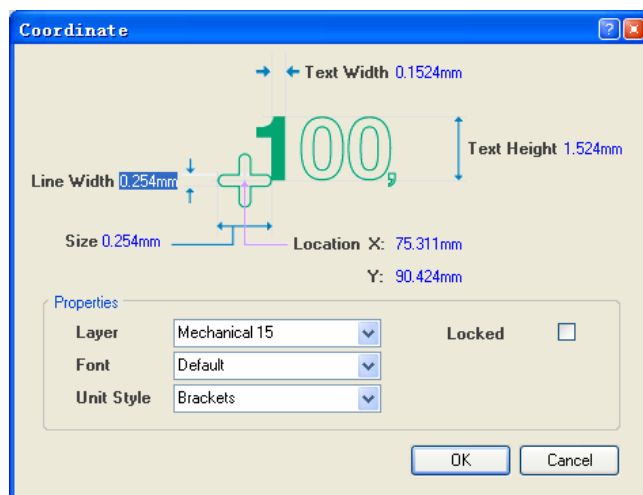

图 7.78 “Coordinate”对话框
- (1) 单击“Utilities”工具栏中的绘图工具按钮，在弹出的工具栏中选择坐标标注工具按钮，或者在主菜单中选择“Place”->“Coordinate”命令。
- (2) 单击“Tab”键，打开如图 7.78 所示的“Coordinate”对话框。
如图 7.78 所示的“Coordinate”对话框用于设置坐标标注的属性，其中的选项功能与“Linear Dimension”对话框中的对应选项功能相同。可参考对“Linear Dimension”对话框中选项的描述。